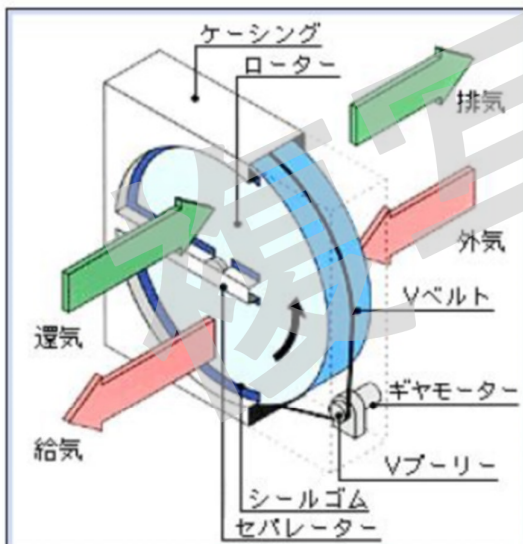
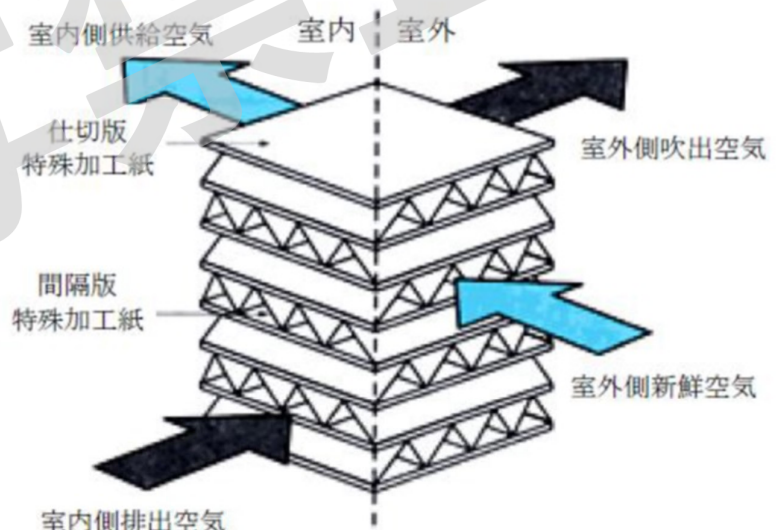

図1:回転型全熱交換器
図2:静止型全熱交換器
- ・全熱交換器には、回転ロータを用いる蓄熱式熱交換器(回転形:図1)と直交流型プレートフィン式熱交換器(静止形:図2)があります。